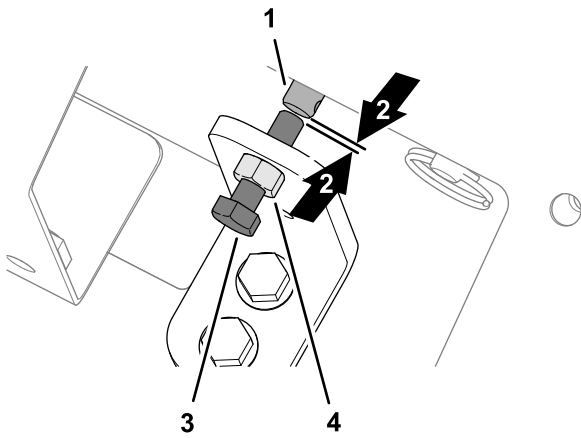

Bild 34
1. Lösen Sie die Klemmmutter an der Halterung für die manuelle Übersteuerung (Bild 34).
- Drehen Sie die Sechskantschraube für die Ventilüberbrückung gegen den Uhrzeigersinn, bis Sie einen kleinen Spalt zwischen dem Ende der Schraube und dem Ende der Stange des Magnetventils der Fahrgeschwindigkeit sehen (Bild 34).
- Ziehen Sie die Klemmmutter an (Bild 34).